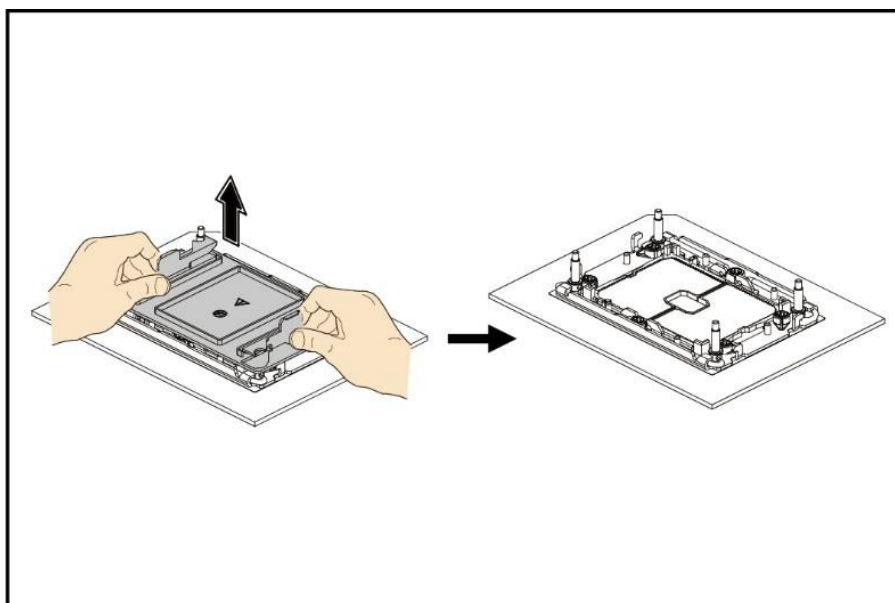

Рисунок 65 – Демонтаж защитной крышки
- Удерживая обе стороны защитной крышки, снимите ее с основания сокета процессора (см. рисунок 65).